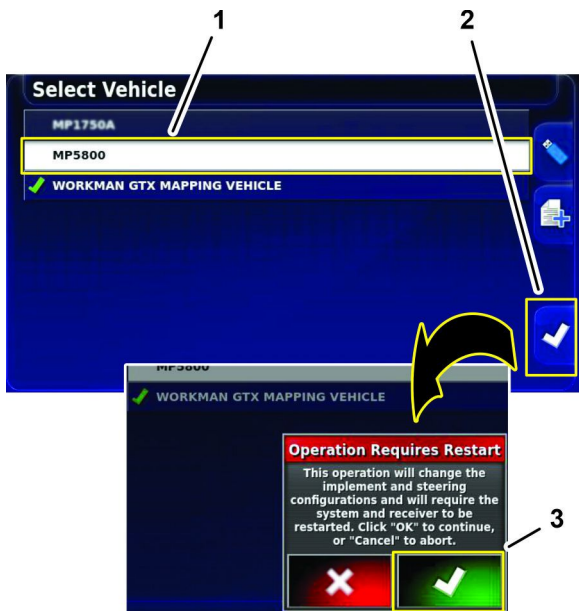

Рисунок 203
2. Нажмите на значок опрыскивателя и затем на значок выбора (Рисунок 203).
3. Если для работы необходим перезапуск диалогового окна, нажмите на значок подтверждения (Рисунок 203).